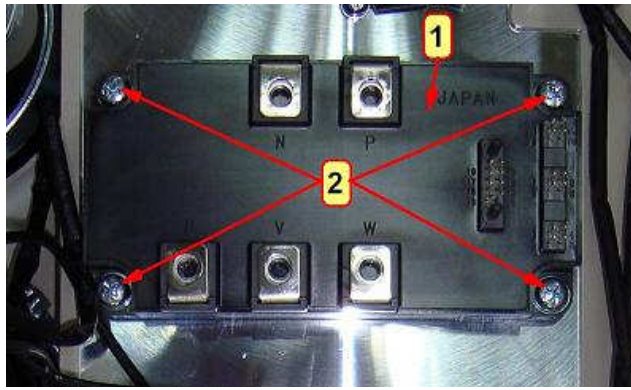

Рис.7.25
7.14.4. Вкрутить четыре винта 2 (рис.7.25) для предварительного крепления матрицы IGBT.